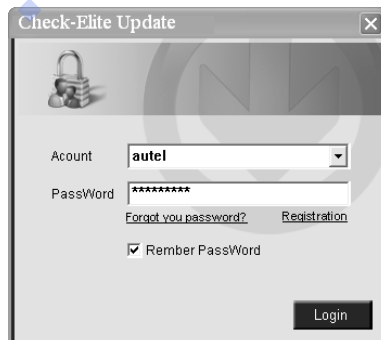

Рисунок 8.2
4. Запустите функцию обновления в программе **Check-Elite PC Suit**. Дождитесь появления окна Log In (Вход). (Рисунок 8.2)